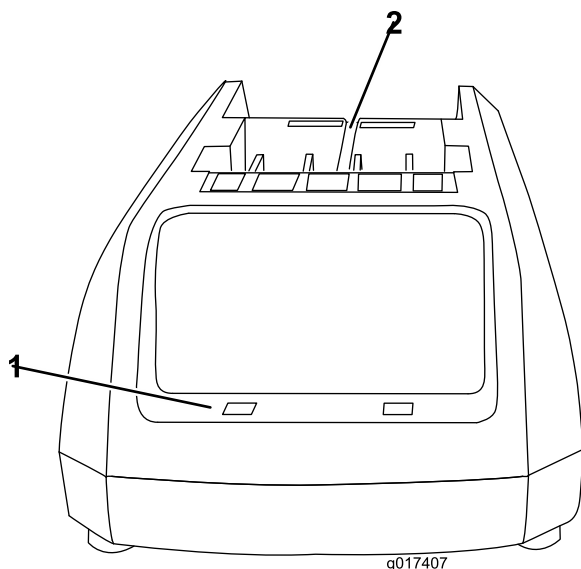
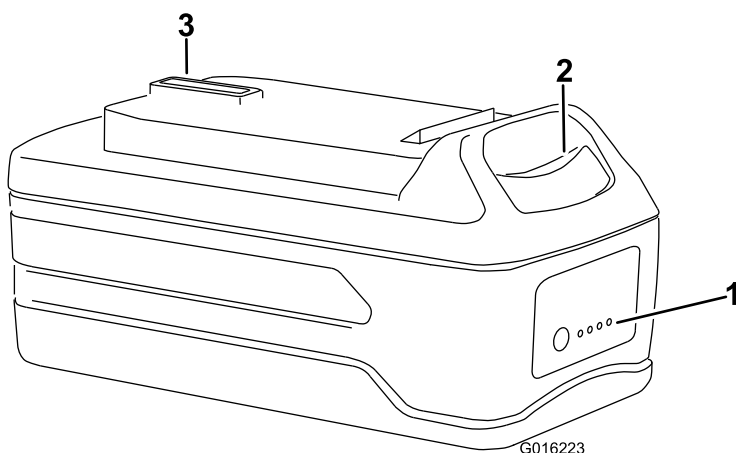

Figure 9
Figure 10
1. Retournez la batterie et placez la borne en face de la fente du chargeur (Figure 9 et Figure 10).